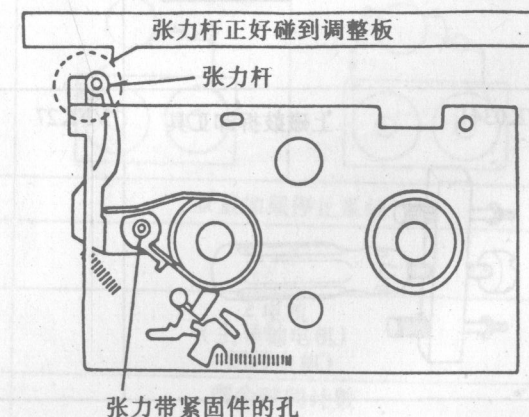

图 44
④安装调整模板，将六角形扳手插入张力紧固件的孔中，如图44所示；
⑤用插入孔中的六角形扳手调整张力带紧固件，使张力杆正好碰到调整模板的标准位置；
⑥调整完成后，转动主导轴电机直到卸载